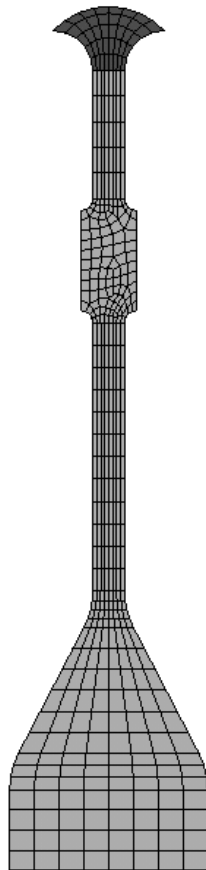

Рис. 7.20. 2D сетка на
9) Начиная с верхней поверхности (A8), разбейте поверхности полотна конечно-элементной сеткой. Для A6 укажите тип сетки Free, для остальных тип Mapped. Результат на рис. 7.20.